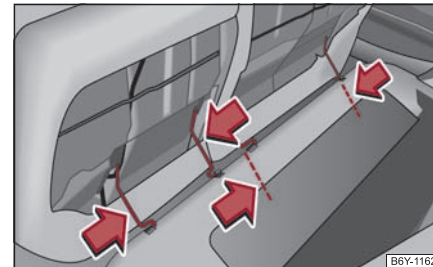

Abb. 70 Sitzflächen herausnehmen
- Drücken Sie die Drahtbügel in Pfeilrichtung ⇒ Seite 67, Abb. 70 und nehmen Sie die Sitzfläche aus der Halterung.